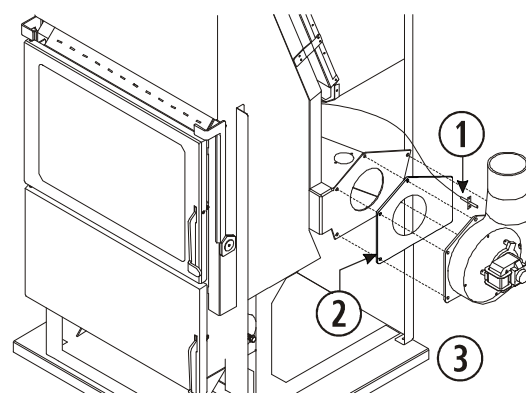

Figura 1
- 4.6. Dopo aver montato il sensore di uscita dei gas, montare l'estrattore e la guarnizione ceramica dell'estrattore di uscita dei gas nella sua ubicazione finale, come indicato in *figura 1*.
①	Sensore di temperatura dello scarico.
②	Guarnizione delle viti e rondelle.
③	Estrattore della fuoriuscita di gas.